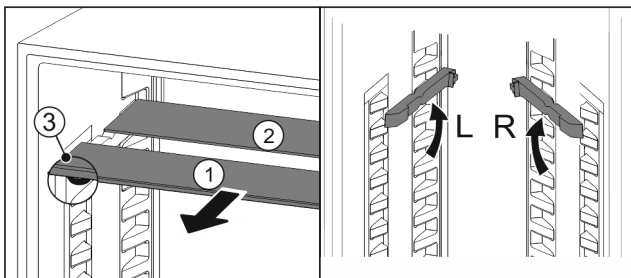

Fig. 81
- ▶ Steklene plošče posamično izvlecite Fig. 81 (1) naprej.
- ▷ Steklena plošča Fig. 81 (1) z okrasno letvijo je spredaj.
- ▷ Zaustavljalniki Fig. 81 (3) so obrnjeni navzdol.